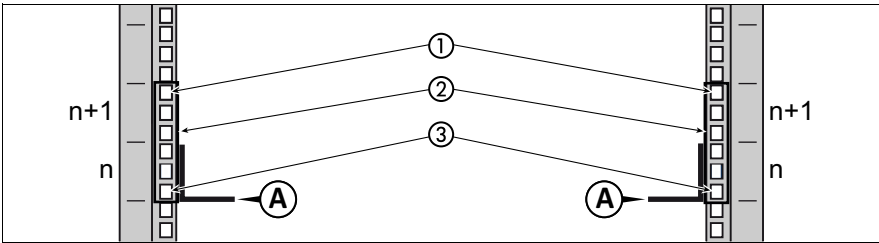
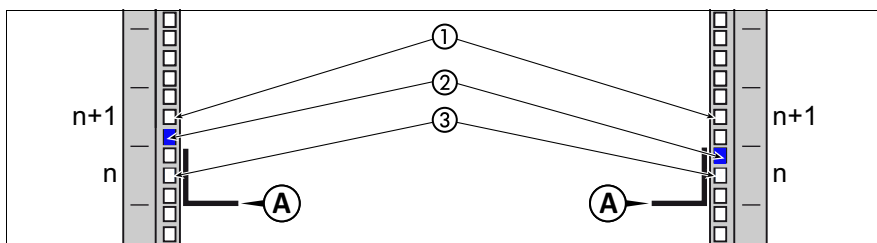

図 26: 取り付けレールの位置 - 前面ラック支柱
図 27: 取り付けレールの位置 - 背面ラック支柱
CX400 M1 シャーシのサイズは、2U（HU）です。図 26 および図 27 に、取り付けレールを固定するためのネジおよびブラケットの位置を示します。
- ▶ ケージナットの位置を明確にします（図 26 を参照）。